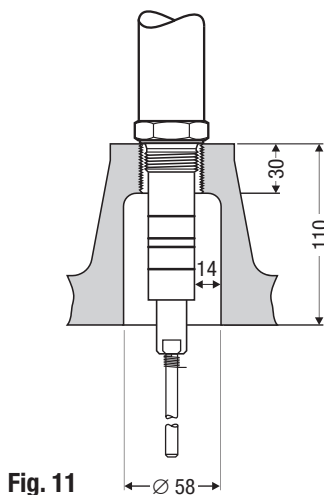

Fig. 11
- Quando o eléctrodo de nível NRG 111-50 for montado numa tubuladura flangeada DN 50, só se pode utilizar o flange DIN da GESTRA! **Fig. 11**
- A linha de fuga eléctrica entre o eléctrodo e a massa (flange, parede do reservatório) não pode ser inferior a 14 mm! **Fig. 11, Fig. 15-21**